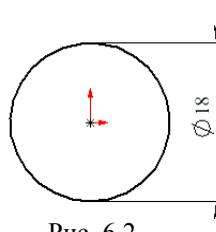

Рис. 6.2
3. Открыть эскиз (кнопка ) и нарисовать окружность диаметром 18 мм (кнопки , , рис. 6.2).